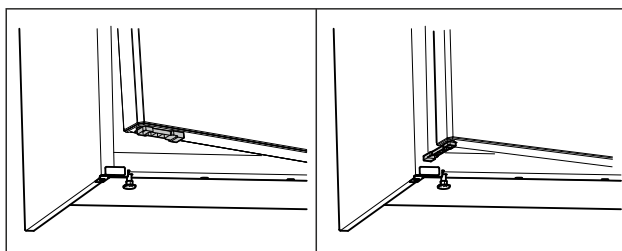

Fig. 59 *
- ▶ Завъртете ограничителя за отваряне на вратата на 90°. (виж Fig. 59) *